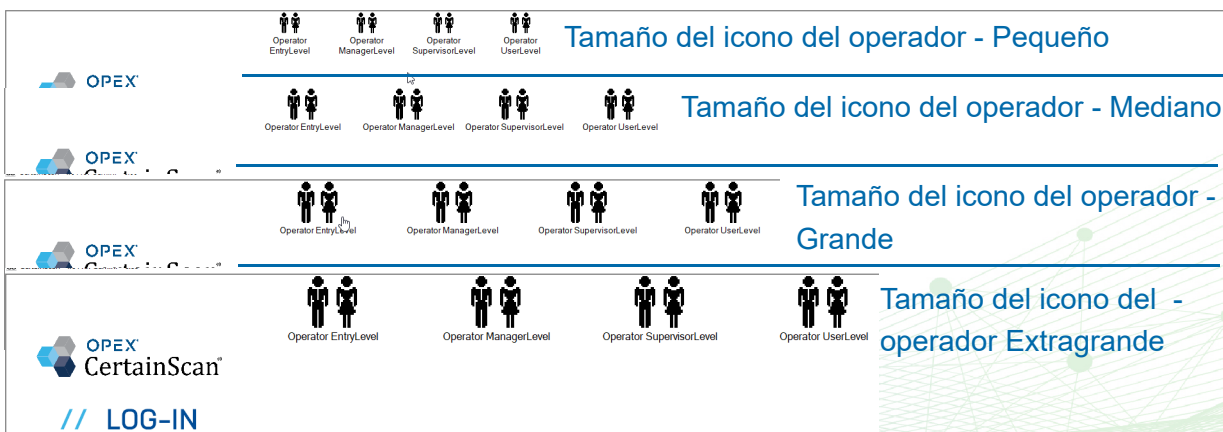
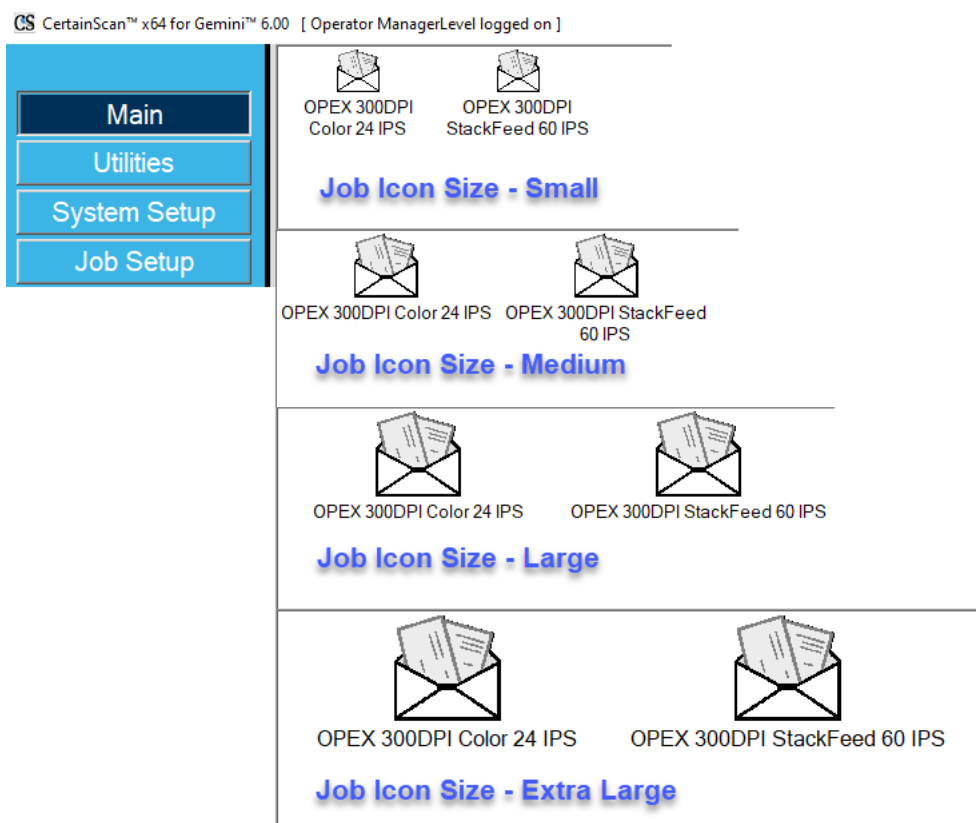

Figura 4-7: Ejemplos de tamaños de icono del operador/trabajo
Figura 4-8: Ejemplos de tamaños de icono de trabajo
- En función del tamaño seleccionado, los iconos de operador (Figura 4-7) y trabajo (Figura 4-8) se visualizarán debidamente.